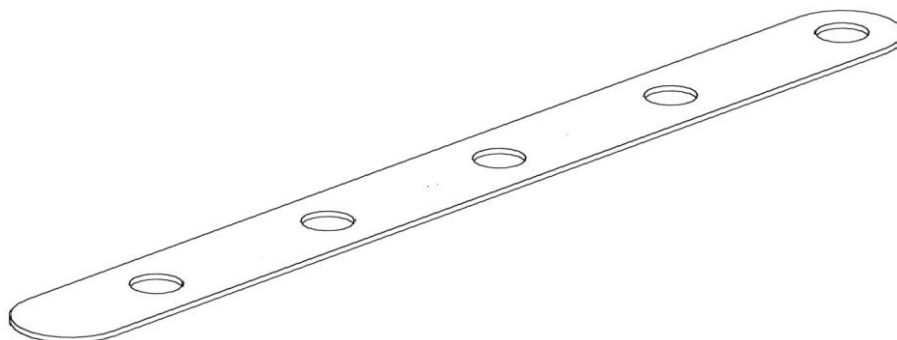

Рис.1. Крепежная полоса
1. С помощью представленного изображения (Рис.1.) разработайте чертёж крепёжных полос, вычертив каждую полосу в масштабе 1 : 1. Наличие рамки и основной надписи (углового штампа) на листе формата А4 обязательно. Основная надпись заполняется информацией, представленной в технических условиях задания.